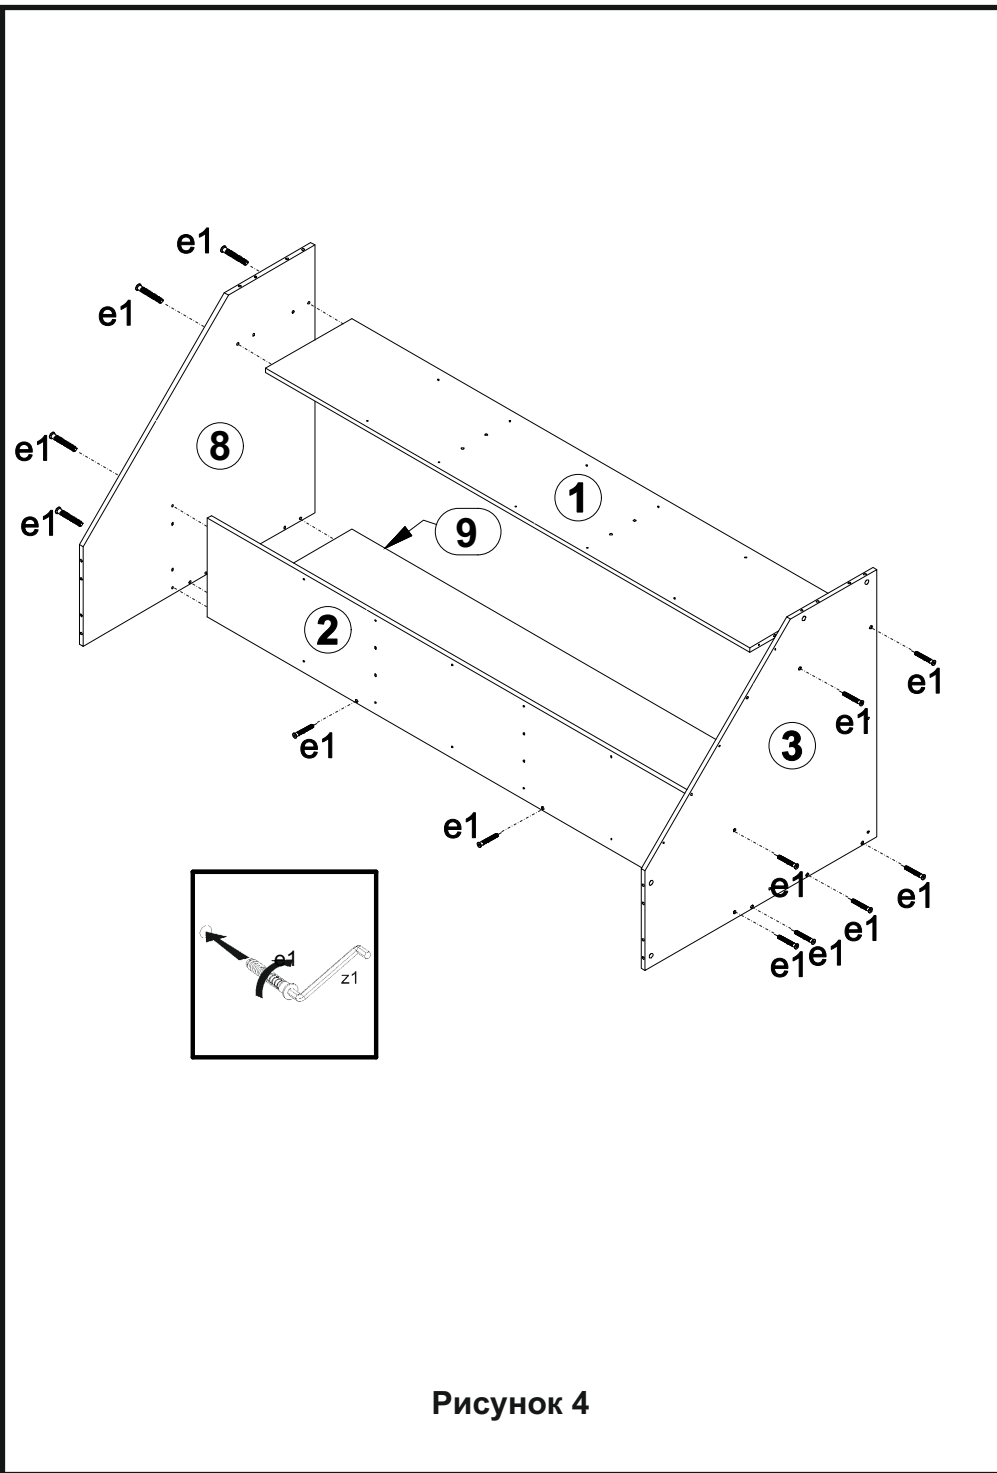

Рисунок 4
9. Соединить детали **1, 2, 3, 8, 9** при помощи конформатов **e1**. Затянуть конформаты **e1** с помощью ключа **z1** (см. рис. 4).